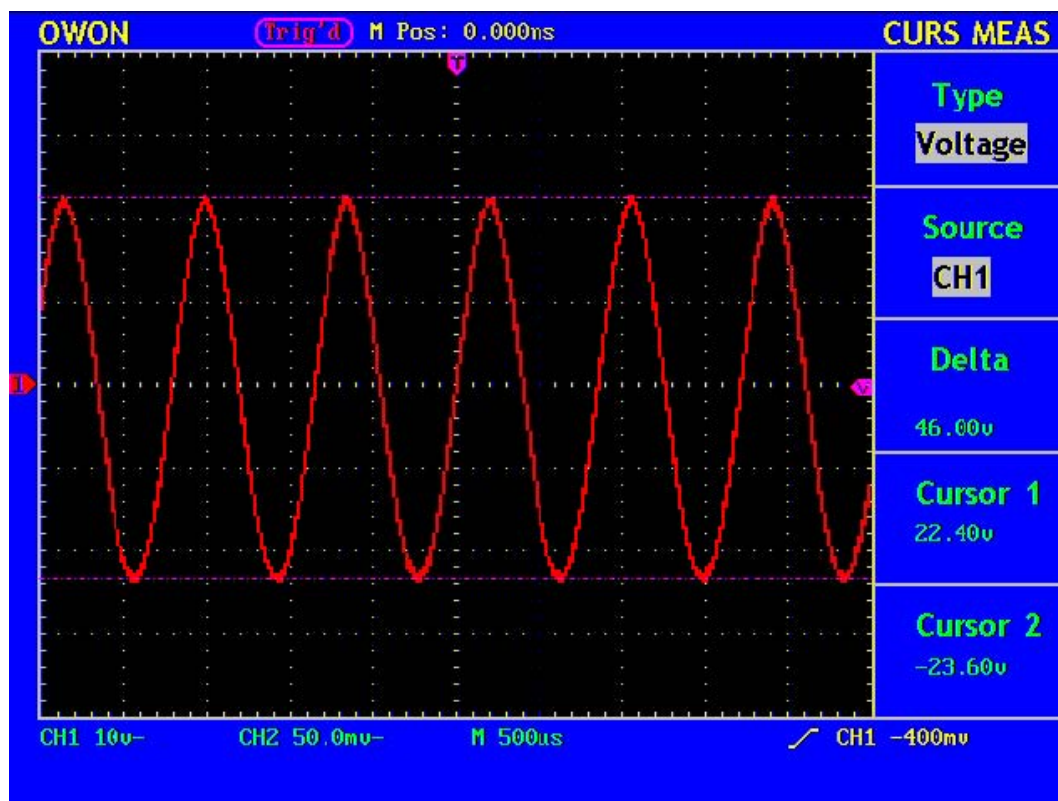

Рисунок 51. Измерение напряжения с помощью курсоров
4. Переместите **CURSOR1** и **CURSOR2** в нужное положение в соответствии с формой сигнала; в окне "Delta" будет показано значение напряжения между курсорами 1 и 2; в окнах "Cursor 1" и "Cursor 2" значения соответствующие положениям курсоров (см. рис. 51).